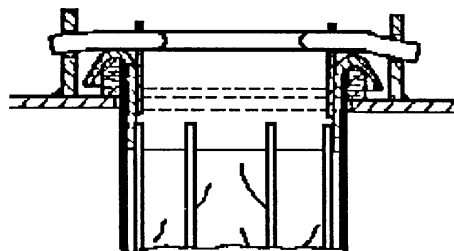
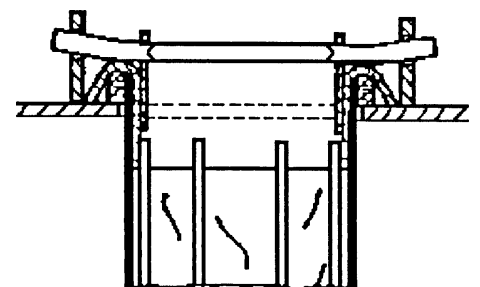

Fig. 4.4
Fig. 4.5
3. Den Bügelgriff so umklappen, das die Enden abwärts gerichtet sind. Durch Drehen des Korbes die Bügelenden in die Schlitze der Schienen führen (Fig. 4.4). Anschliessend Bügelgriff durch Umklappen spannen (Fig. 4.5). Alle Körbe so einsetzen, dass die Bügelgriffe wegen einfacherer Kontrolle alle in gleicher Richtung gerichtet sind.